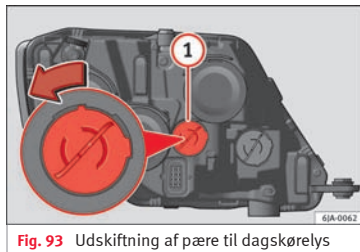

Fig. 93 Udskiftning af pære til dagskørelys
- Drej pæreholderen » Fig. 93 ① mod uret, og tag den af.